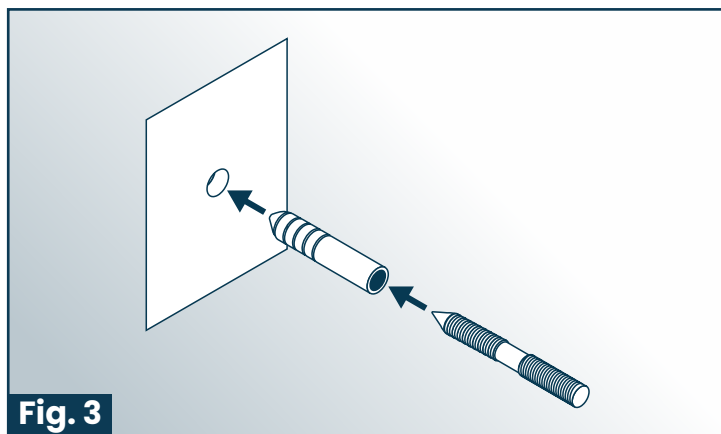
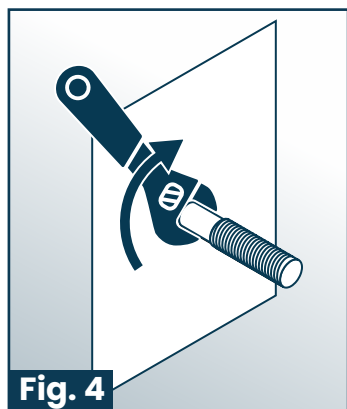

Fig. 3
Fig. 4
5. Instale los pernos entregados con el fregadero. Si taladra directamente en la madera, no utilice los anclajes suministrados. (Fig. 3) (Fig. 4)
4. Utilisez la perceuse et le type et la taille de foret de coordination pour le matériau du mur, pour percer les trous de boulon. (Fig. 3) (Fig. 4)
5. Installez le(s) boulon(s) livré(s) avec l'évier. Si vous percez directement dans le bois, n'utilisez pas les chevilles fournies. (Fig. 3) (Fig. 4) Installez le(s) boulon(s) livré(s) avec l'évier. Si vous percez directement dans le bois, n'utilisez pas les chevilles fournies.